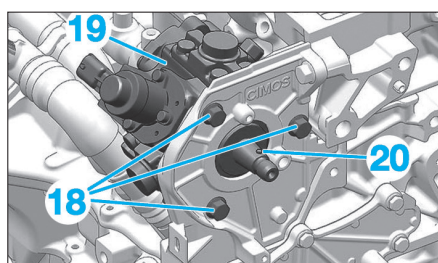

Fig. 37
- les 3 vis (18) (Fig.37),
- la pompe haute pression carburant (19).